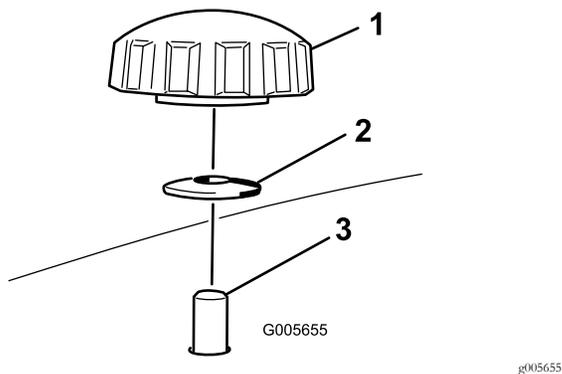
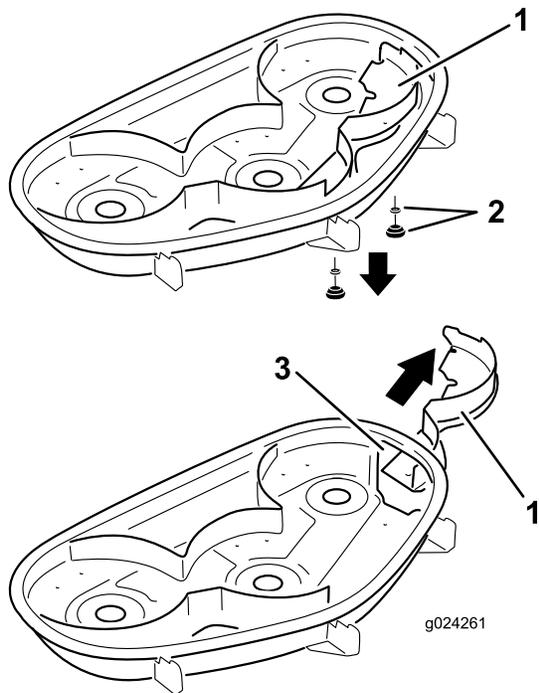

Figura 27
Figura 28
- Remova os 2 manípulos e as anilhas curvas que fixam o abafador direito ao cortador (Figura 27).
5. Remova o abafador direito e baixe o defletor de relva por cima da abertura de descarga conforme indicado em Figura 27 e Figura 28.
- Faça deslizar o abafador direito por debaixo da plataforma do cortador e fixe-o utilizando 2 manípulos e anilhas curvas (lado oval virado para o cortador) conforme indicado em Figura 27 e Figura 28.